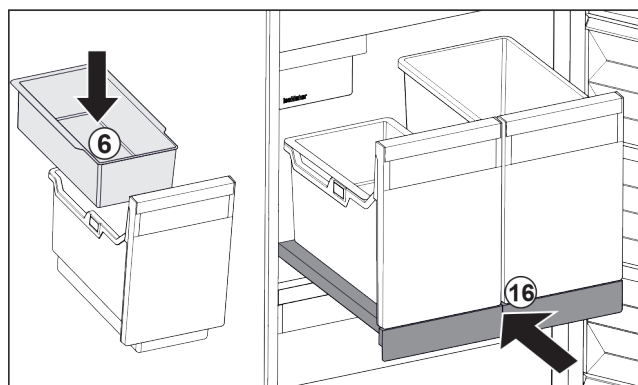

Fig. 130
- Inhangschaal Fig. 130 (6) voor ijsblokjes aanbrengen.
- Uitschuifplateau met bak (IceTower) er inschuiven. Fig. 130 (16)